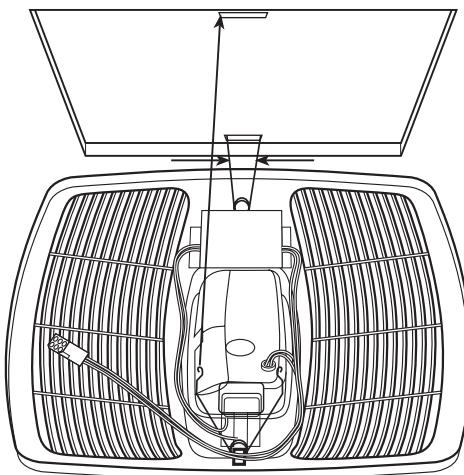

Figure 12
4. Installez la grille en pressant les ressorts ensemble pour les installer dans la fente la plus éloignée du compartiment de câblage sur le boîtier du ventilateur. Attachez le câble à connexion rapide de 6 broches de la grille au connecteur de 6 broches sur le dessus du couvercle du compartiment de câblage. Le câble ne s'insère que d'une façon dans la prise. Installez l'autre ressort et poussez la grille vers le haut en place (**Figure 12**).